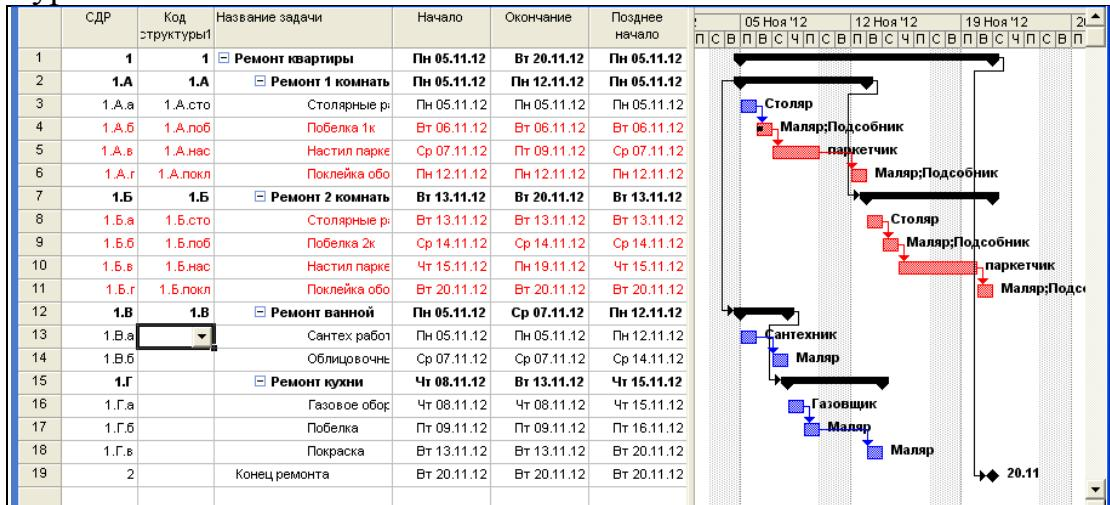

Рис.9.6.Создание настраиваемого поля структуры.
9.1. Вставить столбец “Код структуры 1” Создать систему кодов по типам работ, в соответствии с ранее установленной маской (рис.9.6).